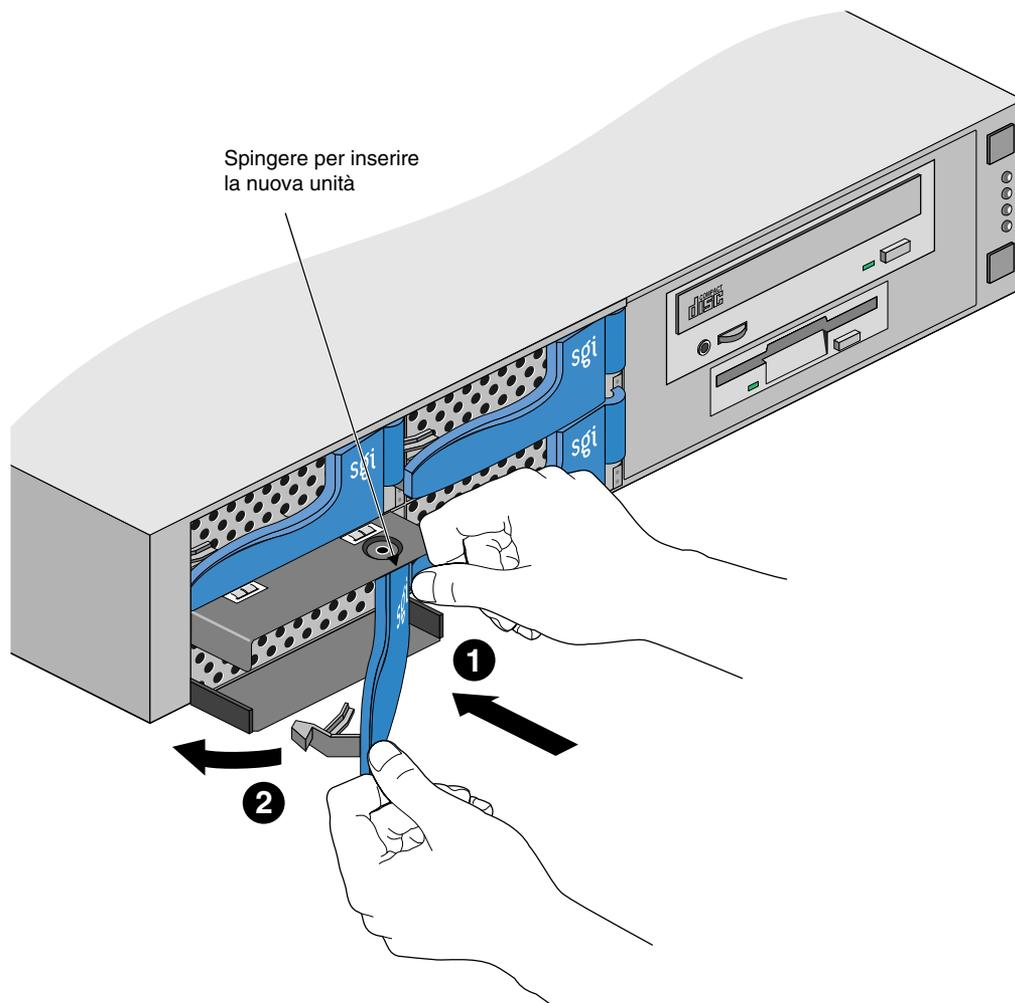

Figura 4-5 Sostituzione del disco fisso
4. Far scorrere un nuovo disco all'interno dello scomparto usando la maniglia di rilascio con un movimento in due fasi, come mostrato in Figura 4-5.